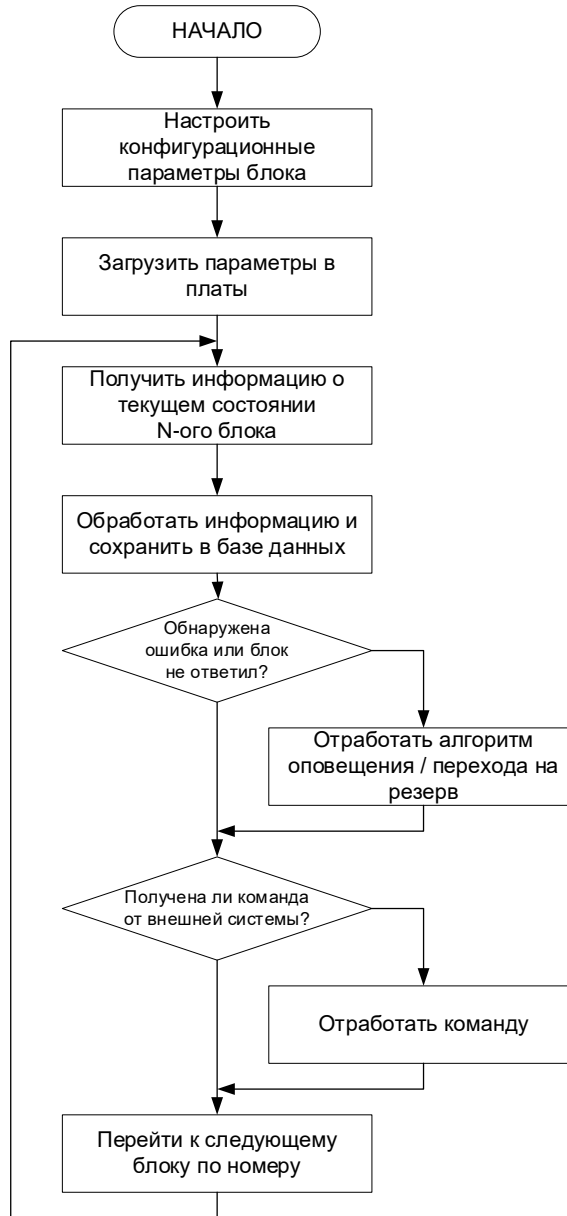

Рисунок 1 – Блок-схема алгоритма функционирования ПИ
3.1.1. Блок-схема алгоритма функционирования ПИ представлена на рис. 1.